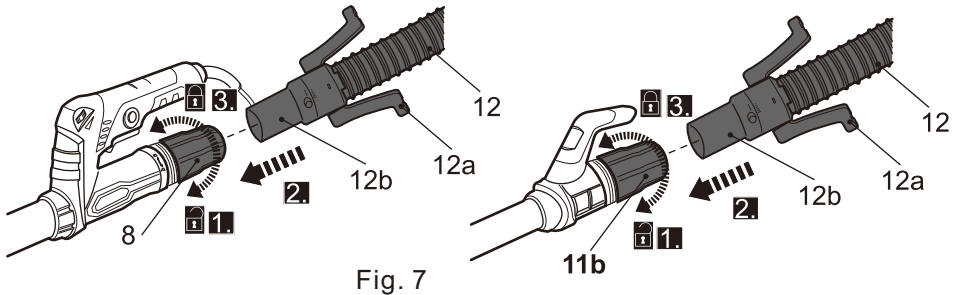

Fig. 7
- > Solte o casquilho na saída de extração de pó (8, 11b) mas não o retire (Fig. 7, passo 1)
- > Insira o conector da mangueira de aspiração (12b) na saída de extração de pó (8, 11b) até ao fundo (Fig. 7, passo 2).
- > Depois, fixe a conexão apertando o casquilho na saída de extração de pó (Fig. 7, passo 3).